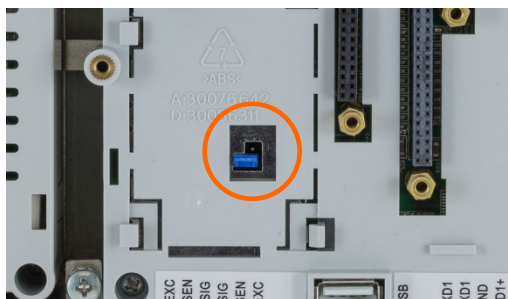

Figura 2-61: Ubicación de la conexión en puente de milivoltios W1, PCB principal
La versión IDNet de la tarjeta principal del IND570 no tiene conexiones en puente. Hay una conexión en puente en la tarjeta principal (W1) de la báscula analógica IND570. Esta conexión en puente selecciona una operación con 2 mV/V o 3 mV/V del circuito analógico. La posición predeterminada de fábrica de 3 mV/V. Consulte la Figura 2-61 para ver la ubicación de la conexión en puente y la Figura 2-62 para sus configuraciones.
- Cuando se retira la conexión en puente W1 para operación con 3mV/V, vuelva a colocarla en solo una de las patillas como se muestra en la Figura 2-61 y a la izquierda en la Figura 2-62. Si esta conexión en puente no está colocada correctamente, la tapa de plástico sobre la tarjeta principal no ajustará adecuadamente. Si esto ocurre, no fuerce la tapa de plástico hacia abajo. Quite la tapa y coloque la conexión en puente como se muestra.